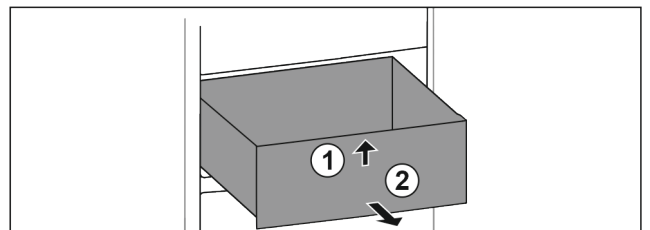

Fig. 97
- ▶ Повдигнете чекмеджето отпред. Fig. 97 (1)
- ▶ Извадете чекмеджето напред. Fig. 97 (2)